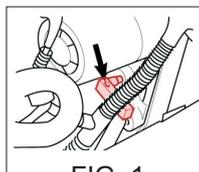

FIG. 1
- Chaveta de reglaje (FIG. 1)
- 2 Verificar la alineación de las marcas de reglaje (1) y (2) [FIG. 4]. A continuación, insertar la chaveta de reglaje (FIG. 1) en el volante motor.
- 7 Comprobar la alineación de las marcas (1) y (2) [FIG. 4] e insertar la chaveta de reglaje [FIG. 1].